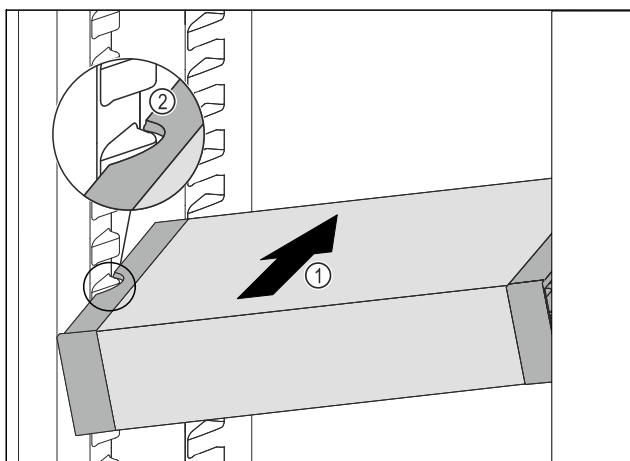

Fig. 87
- ▶ Predal VarioSafe potiskajte poševno v hladilnik Fig. 87 (1), dokler stranska izreza Fig. 87 (2) predala VarioSafe nista na višini nastavka za posodo v hladilniku.